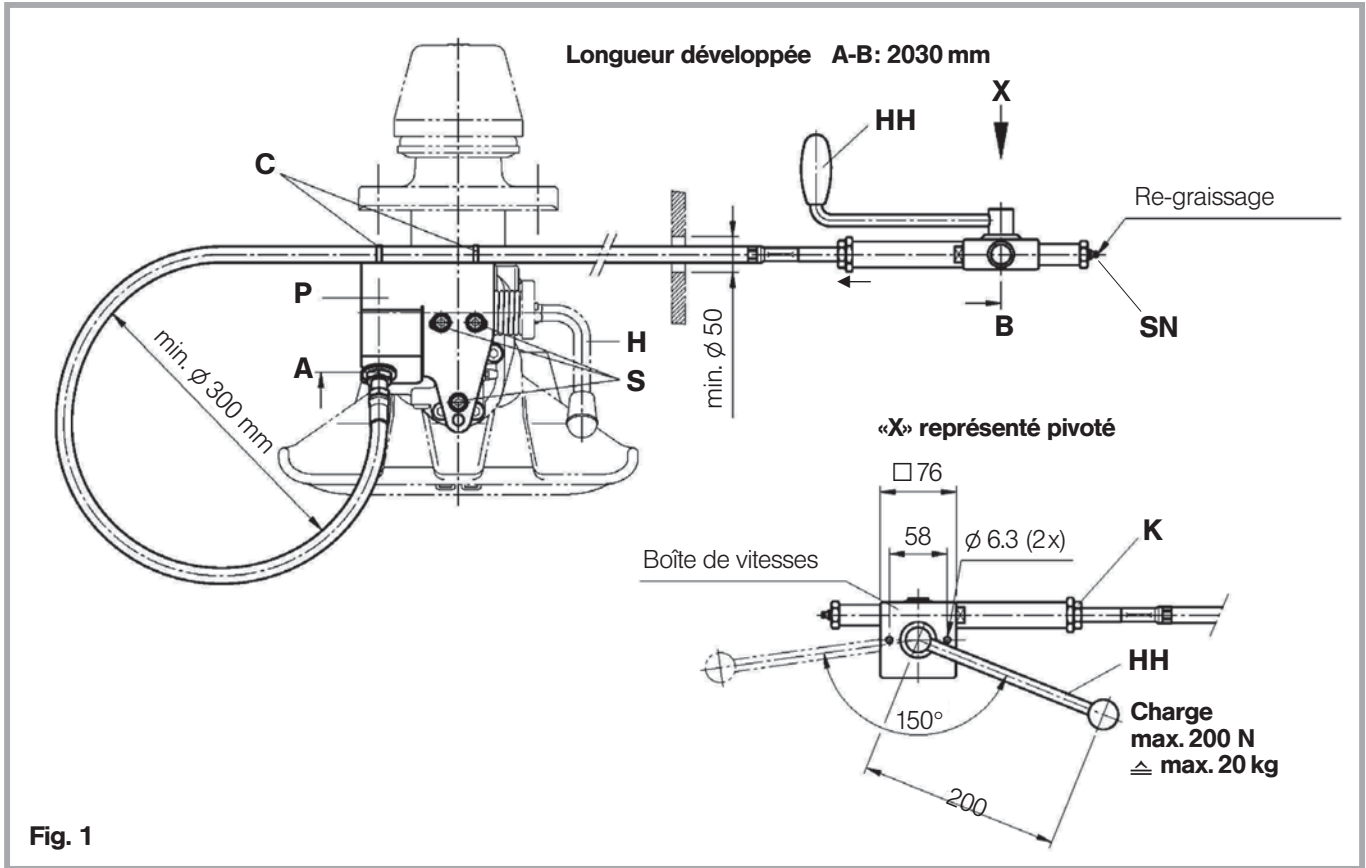
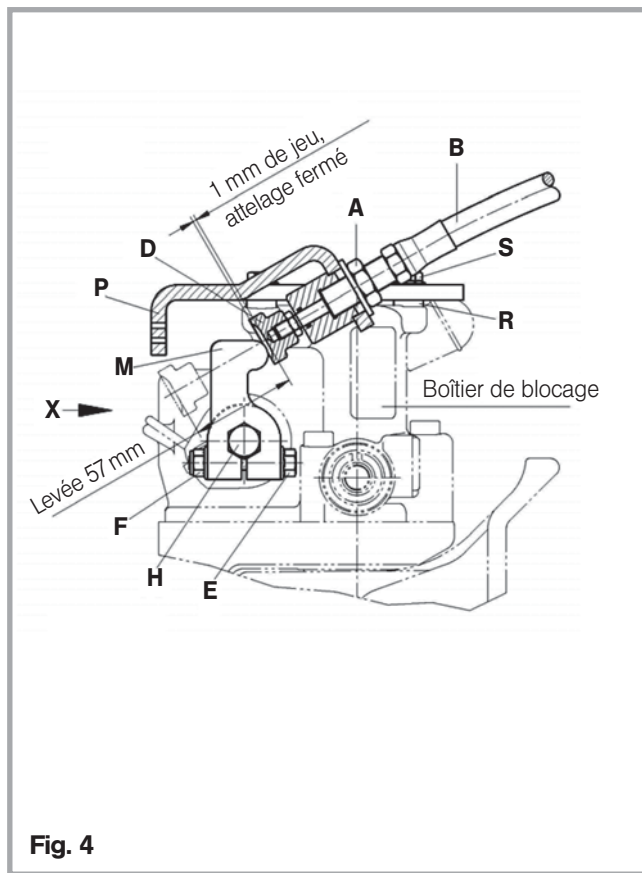

Fig. 1
Fig. 4
Disposez le câble Bowden de façon telle que, lorsque l'attache de remorque pivote en direction axiale jusqu'à  $\pm 30^\circ$ , le câble ne puisse pas être endommagé. Pour ce faire, prévoyez un rayon minimum de 150 mm (voir figure 1).
- Attelage fermé, insérez le tenon (M), angle 90° environ (figure 4). Glissez le tenon M sur l'arbre hexagonal de façon à ce que le boulon de bride E et l'écrou de serrage F puissent être montés. **Couple de serrage 27 Nm.**
- Posez le câble Bowden B comme indiqué à la figure 1. Desserrez l'écrou A et sa rondelle jusqu'à l'extrémité du câble Bowden, glissez le câble Bowden latéralement dans le support P, comme indiqué à la figure 4, puis resserrez l'écrou A avec un couple de **130 Nm**.
- Graissez le câble Bowden **au moins deux fois par an**, via le point de graissage (**SN**) (voir figure 5) et vérifiez le jeu entre **M** et **D** (voir figure 4).